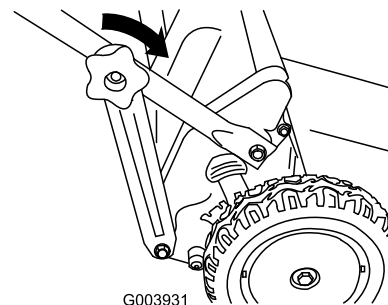

Bild 19
3. Setzen Sie die Handräder des unteren Griffs ein und ziehen Sie die Handräder mit der Hand so fest wie möglich (Bild 19).